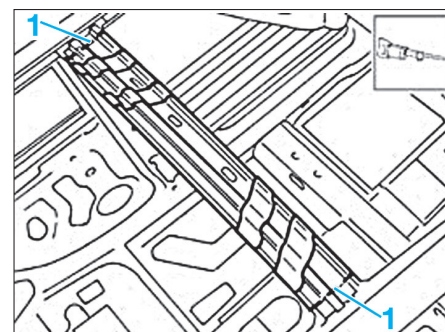
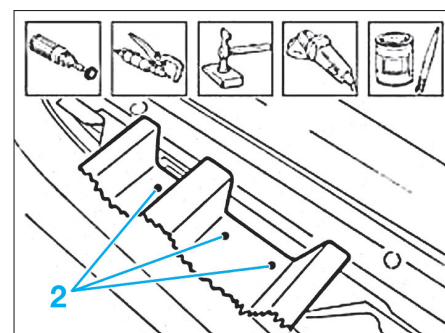

FIG. 44
FIG. 45
• Découper et dépointer en zone (1) et (2) (Fig.44) et (Fig.45).